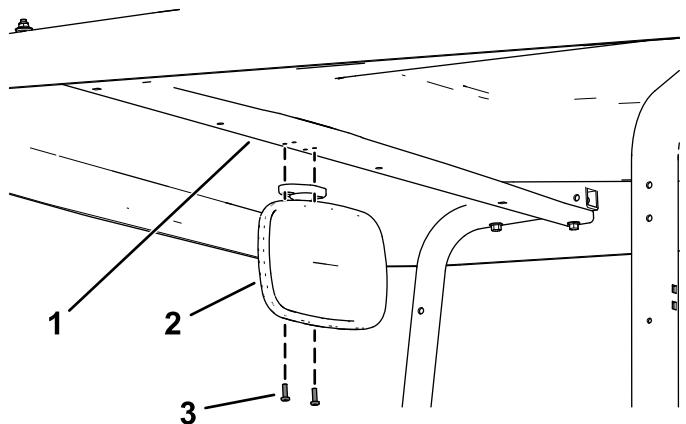

図 1
2. ミラーアセンブリを日よけサポートに固定するプラスねじ#10 x $\frac{5}{8}$ "2 本で図 1 のように取り付ける。